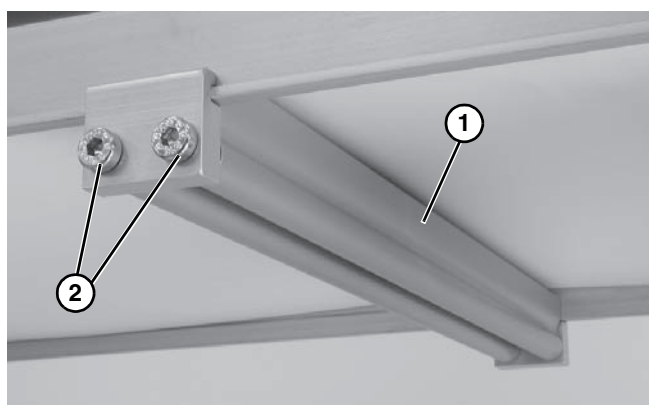

Figure 16
3. Installez l'assemblage de galet (Figure 16, item 1) comme indiqué. Resserrez les vis (Figure 16, item 2) à une valeur de 7 Nm.